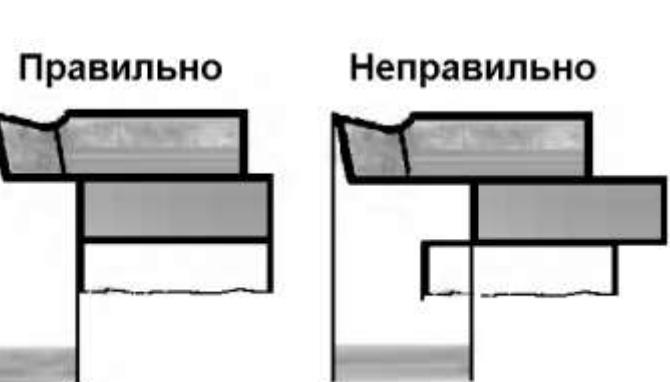
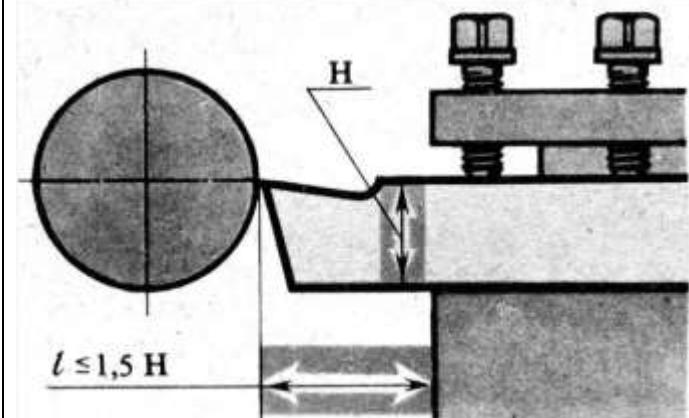

Рис. 26
Рис. 27
11.7. Станок не комплектуется режущим инструментом (приобретается отдельно). При использовании резцов (114) с державкой 16мм и менее используйте подкладки (115) из мягкой стали разной толщины. Допускается использовать только одну подкладку, Рис. 26. Высота режущей кромки резца устанавливается в резцодержателе таким образом, чтобы вершина его была расположена на уровне оси центра, Рис. 27, 28. Вылет головки резца не должен превышать полторы высоты державки резца, Рис 27.